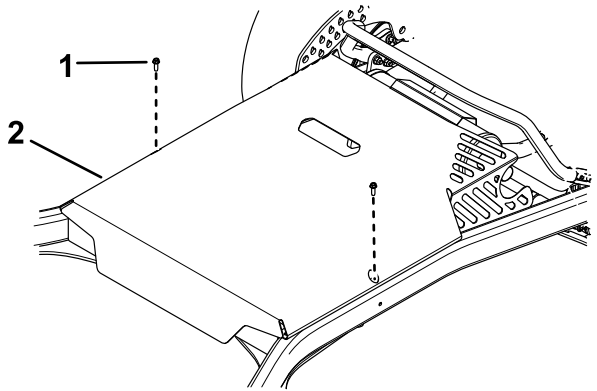

図 25
3. デッキカバーを固定しているボルト2本を外してカバーを外す 図 25。